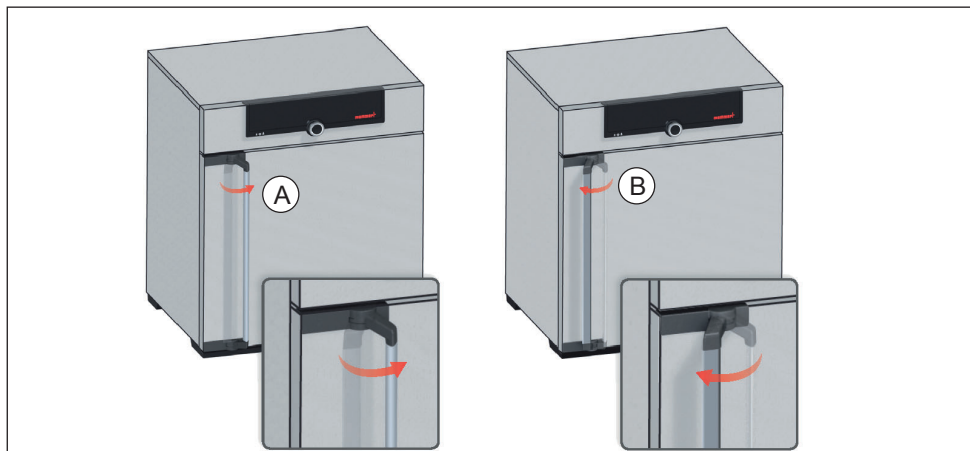

Bild 13 Öppna och stänga dörren
- ▶ För att öppna dörren drar du handtaget åt sidan (åt vänster eller höger, beroende på dörrvariant Bild 13, A) och öppnar dörren helt.
- ▶ För att stänga trycker du på dörren och trycker handtaget åt sidan (B).